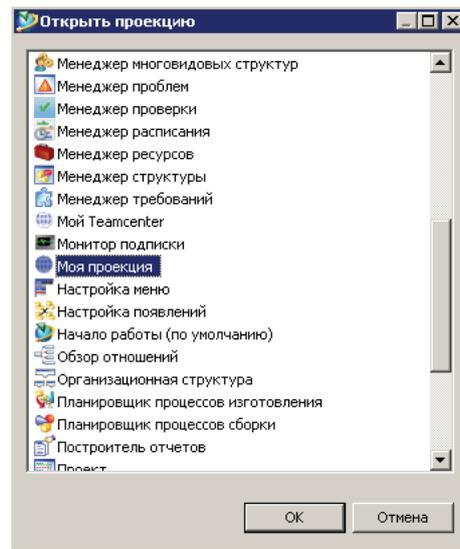

Рисунок 2.13
- вновь созданная проекция отныне доступна в пункте меню **Окно > Открыть проекцию > Прочие**. При выборе данного пункта становится доступным диалоговое окно **Открыть проекцию** (рис. 2.13).